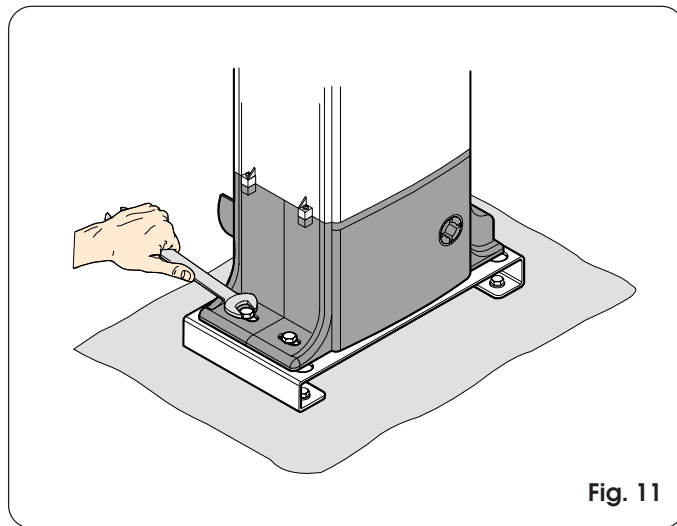

Fig. 11
- Zet de aandrijving voorlopig vast met de schroeven, zoals op fig. 11.